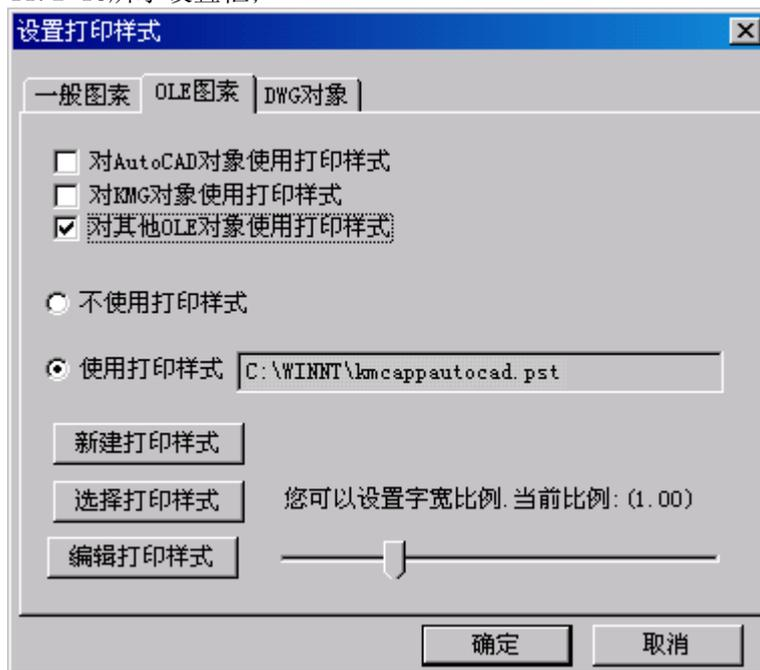

图11.2-15
- 2) 点击菜单中的〈设置〉→〈设置打印样式...〉，弹出选择“OLE 图素”标签页，如图 11.2-15 所示设置框；
- 3) 并选中“对其他 OLE 对象使用打印样式”和“使用打印样式”，用户可以新建打印样式也可以选择已有的打印样式。如图 11.2-15 所示；
新建拼图打印后加入 GXK 的图纸，在菜单栏中选择“设置”中的“设置打印样式”，在弹出的“设置打印样式”对话框中选择“OLE 图素”的标签页，如图 11.2-15所示的对话框右下角设置字宽比例，点击“确定”按钮。